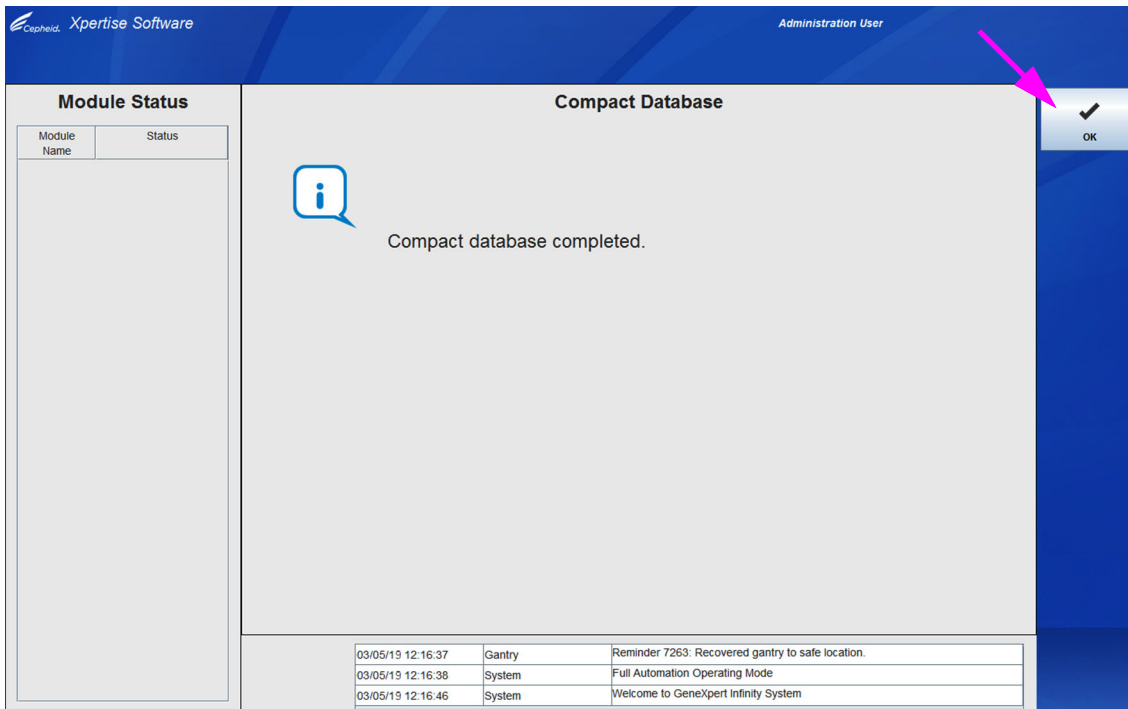

Figura 5-158. Área de trabalho Compact Database (Compactar base de dados) – Compact Database Complete (Compactação da base de dados concluída)
4. Depois da base de dados ser compactada, vai ser apresentada a área de trabalho de conclusão da área de trabalho Compact Database (Compactar a base de dados) (ver Figura 5-158) a indicar que a base de dados foi compactada.
5. Selecione o botão **OK**. Ver Figura 5-158.